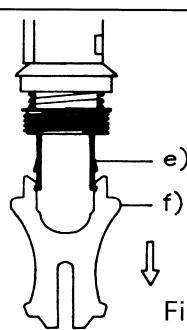

Fig. 6.3
3. See Fig. 6.3 Grasp locking catch e) with key f) and pull it out completely.
3. Siehe Abb. 6.3 Sperrlinke e) mit dem Schlüssel f) ganz herausziehen.
2. See Fig. 6.3 Insert locking catch e) fully; use key f) to let it rotate to clicked in position.
2. Siehe Abb. 6.3 Sperrlinke e) bis zum Anschlag wieder einsetzen und mit dem Schlüssel f) in die richtige Position einrasten.
3. Voir Fig. 6.3 Saisir le verrou e) avec la clé f) et le dégager complètement.
2. Voir Fig. 6.3 Engager le verrou e) à fond, l'encliquer par simple rotation au moyen de la clé f).